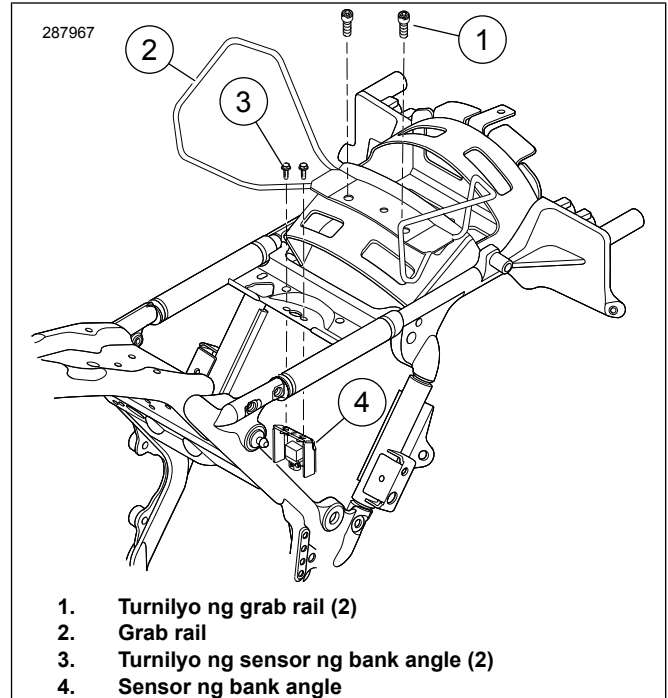

Figure 1. Tanggalin ang Mga Turnilyo ng Sensor ng Bank Angle
5. **Kung may grab rail:** Tingnan ang Figure 1. Tanggalin ang mga turnilyo ng grab rail (1) at itapon.
7. **Mga modelong 2009 - 2018:** Tanggalin ang mga turnilyo (3) na nagkakabit sa BAS bracket (4).